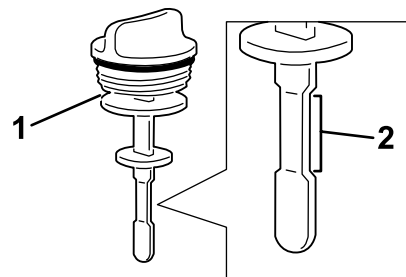

Figura 90
4. Retire a vareta do tubo de enchimento e verifique o nível de fluido (Figura 90).